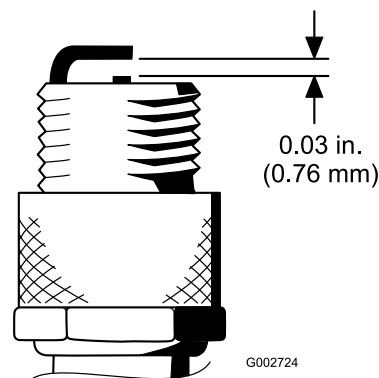

Figura 44
- Ajuste a folga existente entre a zona central e lateral do eléctrodo para 0,76 mm (Figura 44).